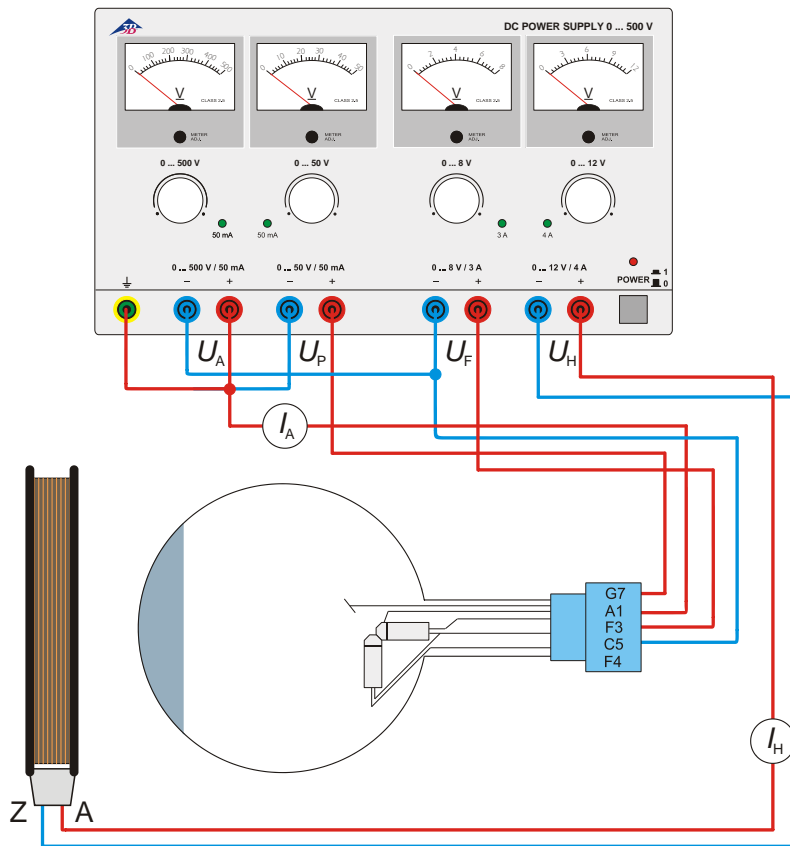

Fig. 5 Effetto di un campo magnetico assiale
- Cablare il tubo come indicato nella fig. 5.